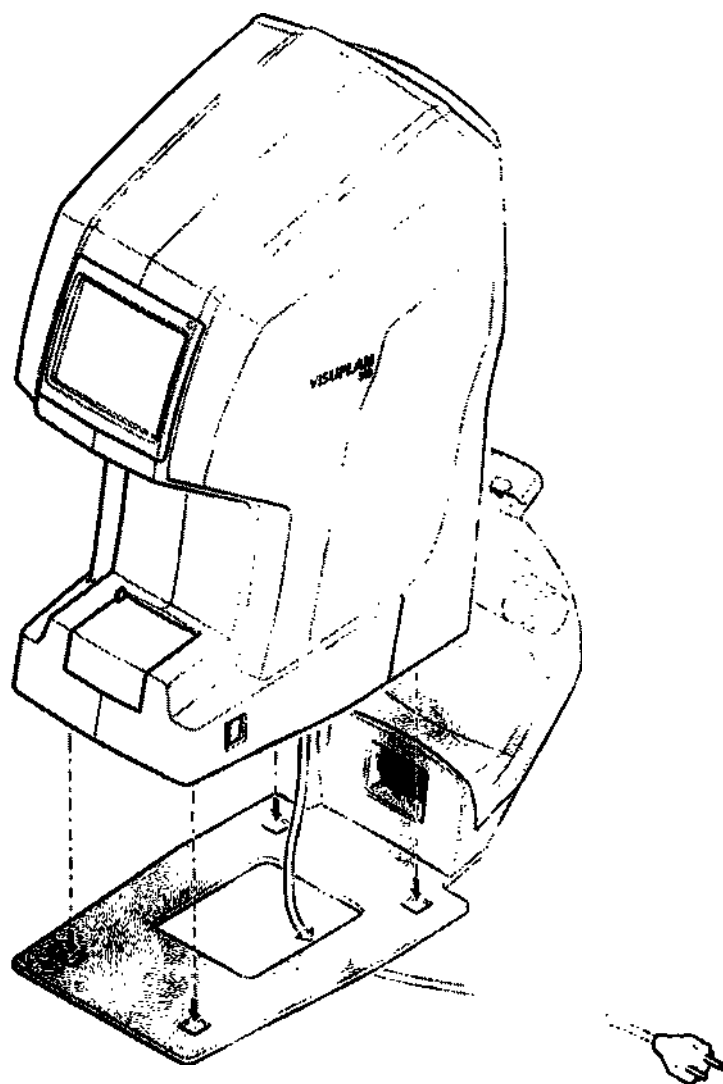

Рис. 3. Установка прибора VISUPLAN на основание для подберодка
- Вставьте кабель питания переменного тока прибора VISUPLAN 500 и, при необходимости, интерфейсный кабель, как показано на рис. 3, через вырез (поз. 5 на рис. 2) в основании.